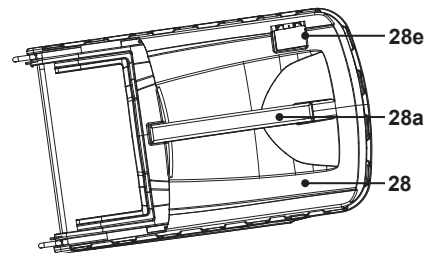

Fig. 18
2. Lorsque la trappe (28e) est fermée, le bac de ramassage (28) est plein et doit être vidé (Fig. 18).